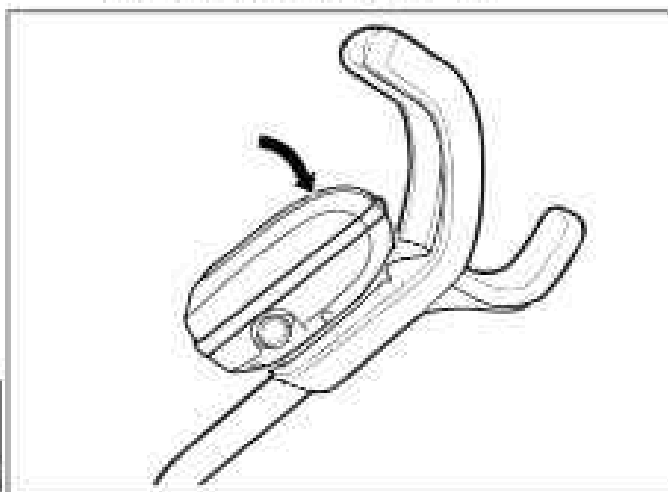

Figura 9: Sujete la caja de control al carrito
2. Presione la caja de control contra el gancho del carrito hasta que calce y quede en su sitio (Figura 9).